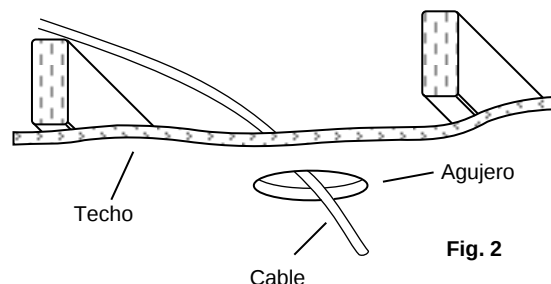

Fig. 2
3. Corre el cable no metálico (NM) (también conocido como Romex) desde el interruptor o fusible del panel hasta el agujero, proporcionando 6" (15,2 cm) a 8" (20,3 cm) de holgura debajo del agujero. Puede utilizarse un cable tener hasta 12 cables AWG. (Fig. 2) (**ADVERTENCIA:** Utilice cables con alambres nominal 90° C o más).